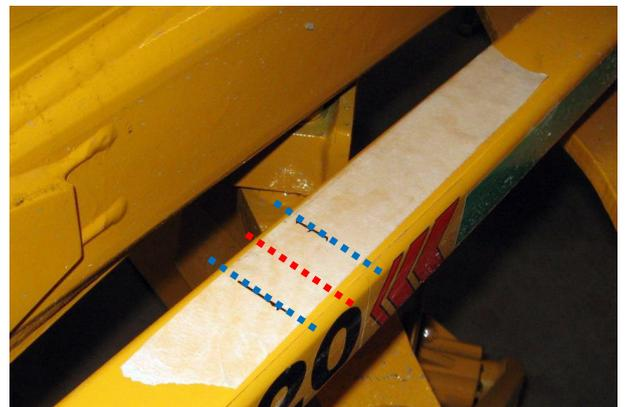

Abbildung 5 Reichweite von Winkelsensor auf Breiten-Rahmenbalken
2. Bestimmen Sie die Reichweite des Winkelsensors, indem Sie am Breitenbalken Markierungen bei minimaler und maximaler Pflugbreite anbringen (Abbildung 5). Positionieren Sie den Sensorarm in mittlerer Position nach unten. Stellen Sie den Pflug auf die breiteste Stufe und bringen Sie am Breitenbalken eine Markierung an. Stellen Sie den Pflug danach auf die schmalste Stufe und bringen Sie am Breitenbalken eine Markierung an. Der Messbereich ist der Abstand zwischen diesen Markierungen. Markieren Sie die Mitte dieser Reichweite